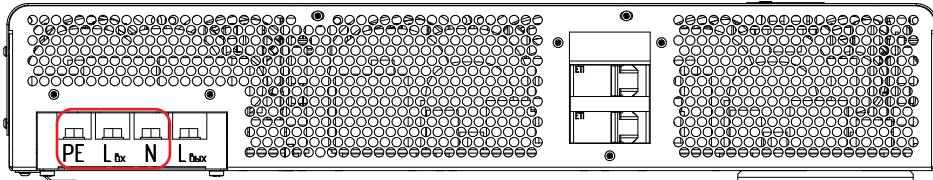

Рисунок 33. Стабилизатор Штиль IS12000. Выводы «PE-Lbx-N»
- у моделей IS12000, IS15000 и IS20000 с помощью выводов «PE-Lbx-N» (**рисунок 33 и 34**).